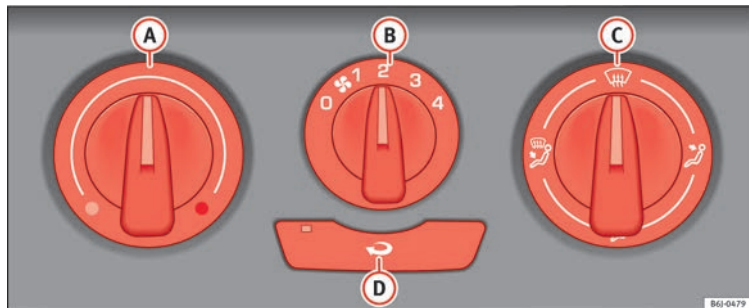

Fig. 126 Mandos de la calefacción en el tablero de instrumentos.
- Gire el regulador de temperatura » **fig. 126 A** hacia la izquierda.
- Gire el regulador de la temperatura » **fig. 126 A** hacia la derecha hasta alcanzar el grado de calefacción deseado. »
- Gire el regulador de la temperatura **» fig. 126 (A)** hacia la derecha hasta el nivel máximo de calefacción.
- Gire el regulador de temperatura **» fig. 126 (A)** hacia la zona de calefacción.